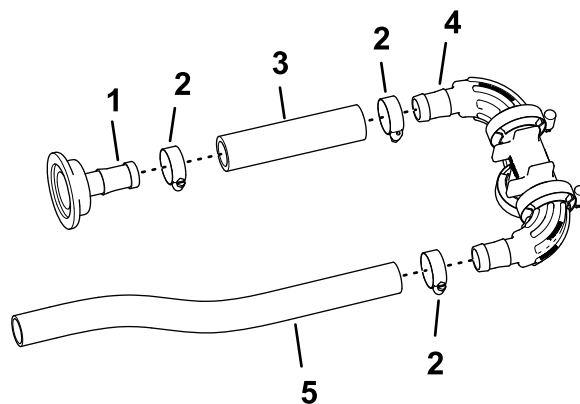

Figure 88
2. Branchez l'autre extrémité du flexible (1 x 5-3/4") au raccord cannelé du collecteur et fixez-le avec un collier comme montré à la Figure 88 ; serrez le collier à la main.
3. Branchez le flexible (1 x 16") à l'autre raccord cannelé du collecteur et fixez-le avec un collier serré à la main (Figure 88).
1. Branchez le flexible (1 x 5-3/4") sur le raccord cannelé droit (1 x 2") et fixez-le avec un collier (3/4 à 1-1/2") serré à la main (Figure 88).